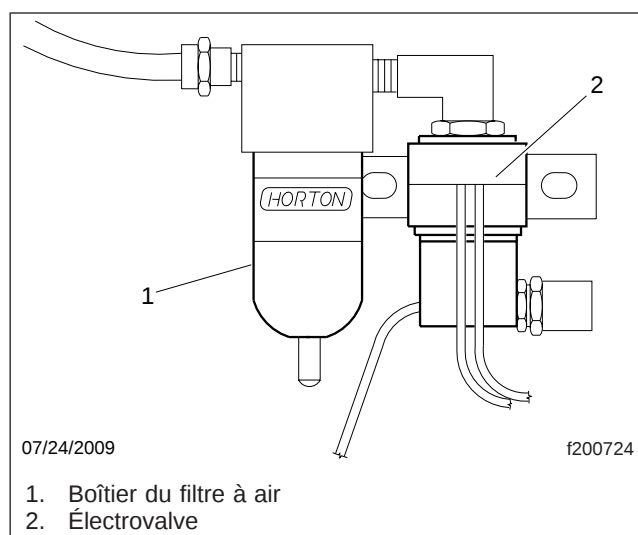

Fig. 4, Electrovalve d'air Horton DriveMaster
2. Inspectez les connexions électriques et les câbles allant à la solénoïde de l'embrayage du ventilateur; reportez-vous à la **figure 4**. Resserrez le raccordement s'il est desserré; remplacez les câbles et connecteurs s'ils sont endommagés.